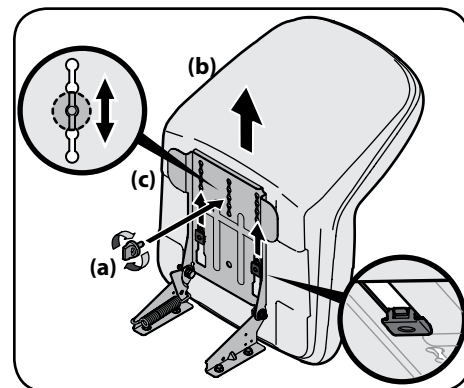

Figura 2-6
3. Deslice el asiento (b) hacia atrás en el soporte de pivote del asiento (c), alineando la ranura trasera central del soporte de pivote del asiento (c) con el orificio restante de la base del asiento (b). Consulte la Figura 2-6.
NOTA: Asegúrese que las dos lengüetas del asiento se enganchan en el soporte de pivote del asiento, como se muestra en el recuadro inferior derecho de la Figura 2-6.
4. Seleccione la posición deseada del asiento (b) y fíjelo con la perilla de ajuste (a) que retiró en el Paso 1. Consulte la Figura 2-6.
asiento (b). Deslice el asiento (b) hacia adelante o hacia atrás, según lo desee. Vuelva a colocar la perilla de ajuste (a). Consulte la Figura 2-6.